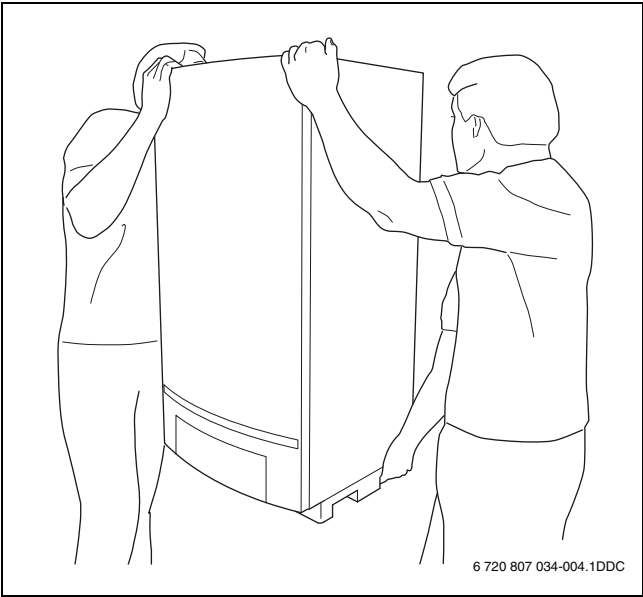

Fig. 9 Sollevamento e trasporto della caldaia a gas a condensazione eseguito in modo corretto
- Afferrare la caldaia a gas a condensazione solamente dai lati e non dal pannello di comando o dal raccordo gas combusti (→ fig. 9).